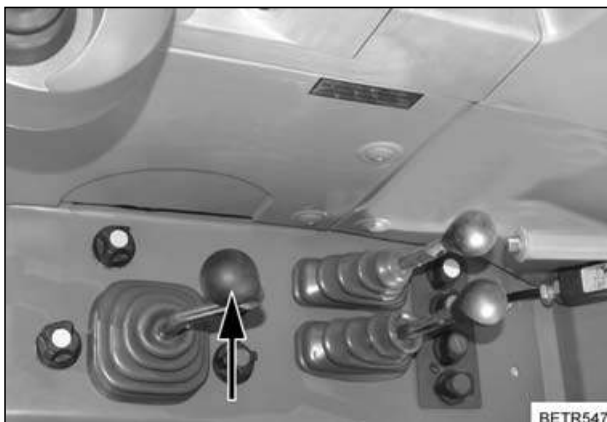

Abb.121
- Kreuzschalthebel in Schwimmstellung schalten (siehe BEDIENUNG Abb. 121).